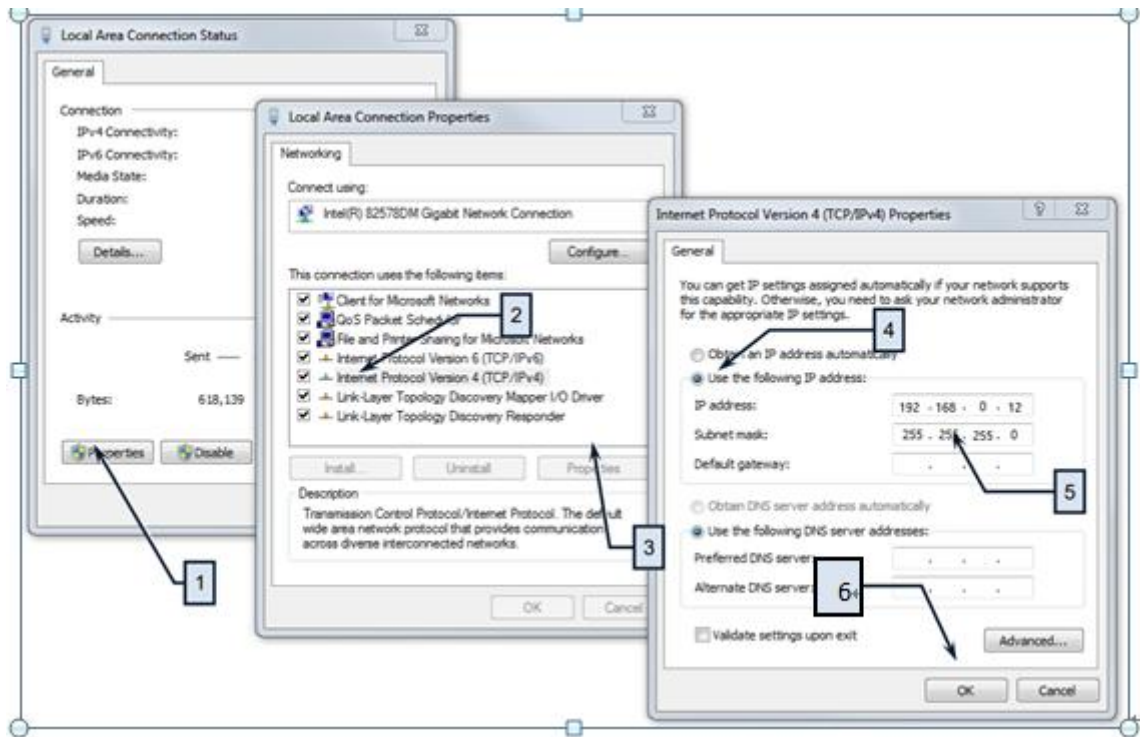

图 7 PC 端 IP 设置
- f) 单击“确定”按钮确认设置并退出，详细操作见图 7。